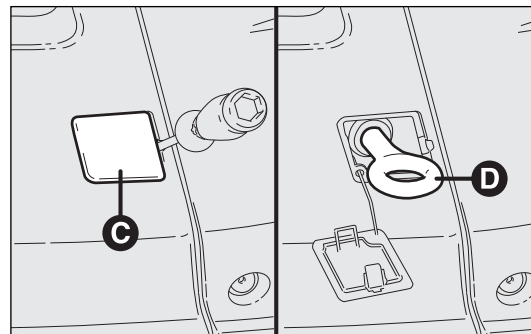

fig. 219
- ☐ sacar el destornillador de la caja y haciendo palanca en el punto indicado levantar la tapa C-fig. 219;
- ☐ sacar la argolla de remolque D de la caja y fijarla en el perno roscado fig. 219.